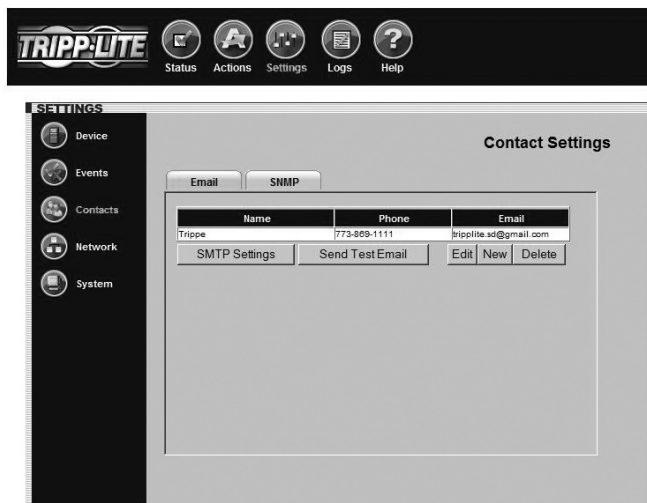

Рис. 3-14: Настройки > Контакты > Вкладка Email
На вкладке «Email» (Рис. 3-14) показана таблица контактов с адресами e-mail. Прежде, чем карта SNMPWEBCARD сможет послать уведомления по электронной почте, пользователь должен ввести информацию о сервере электронной почты и добавить по крайней мере один контакт e-mail. Чтобы войти в параметры настройки для локального почтового сервера, нужно нажать кнопку «SMTP Settings» (настройки SMTP). Если правильные настройки неизвестны, нужно обратиться к администратору сети. Для добавления нового контакта электронной почты нужно нажать кнопку «New» и ввести необходимую информацию, затем сохранить. Для проверки настроек нужно выбрать контакт e-mail, затем нажать кнопку «Send Test Email» (отправить тестовое сообщение).
2. Если необходима аутентификация SMTP, получить информацию для аутентификации от администратора сети (см. Рис. 3-14а).
Рис. 3-14а: Настройки > Контакты > Вкладка Email > Настройки сервера SMTP